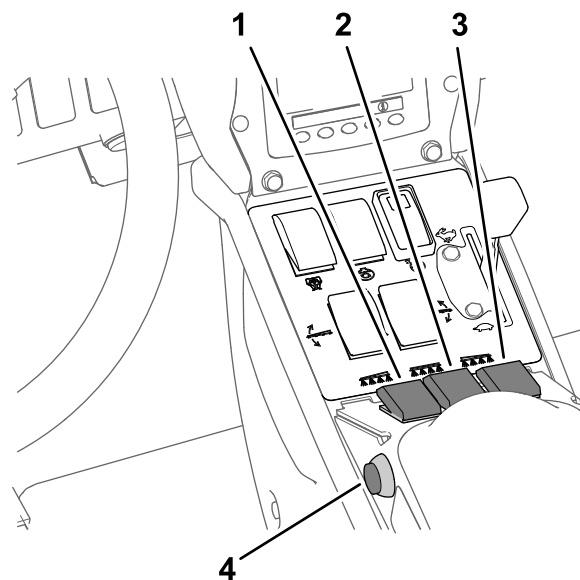

Figura 39
7. Setai comutatorul (comutatoarele) seciunii de pulverizare în poziția PORNIT (Figura 39).
10. Deplasați-vă cu viteza dorită și apoi setați comutatorul seciunii principale în poziția PORNIT pentru a începe pulverizarea (Figura 39).
3. Setai comutatorul seciunii principale în poziia OPRIT; consultai Figura 39 din Pulverizarea în modul Rată de aplicare \(Pagină 37\).
7. Setai comutatoarele seciunilor individuale în poziia PORNIT; consultai Figura 39 din Pulverizarea în modul Rată de aplicare \(Pagină 37\).
9. Deplasai-vă cu viteza dorită i apoi setai comutatorul seciunii principale în poziia PORNIT pentru a începe pulverizarea; consultai Figura 39 din Pulverizarea în modul Rată de aplicare \(Pagină 37\).